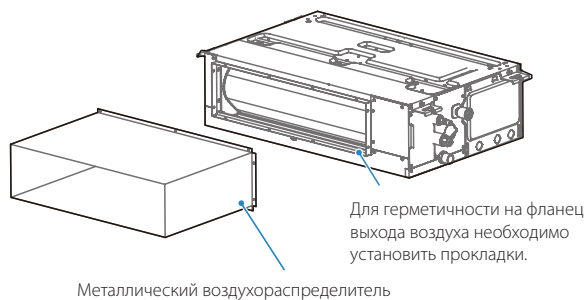

Рис. 6
- ❖ Если панель воздуховыпускного отверстия находится далеко от корпуса устройства и должна быть соединена с фланцем воздуховыпускного отверстия металлическим воздуховодом, для обеспечения герметичности к металлической соприкасающейся поверхности необходимо прикрепить губчатый материал, как показано на рис. 6.